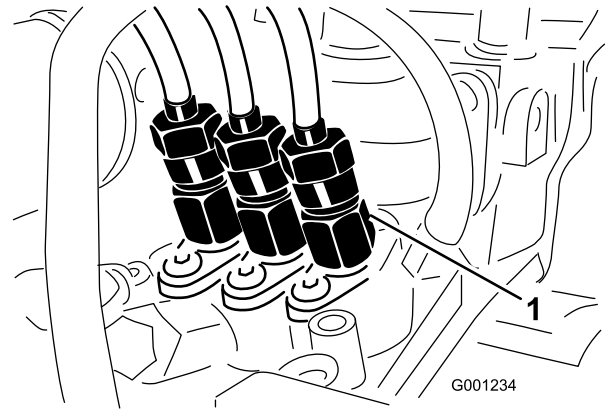

Figura 53
1. Afloje la tuerca del tubo en el conjunto de la boquilla y soporte del inyector N° 1 en la bomba de inyección (Figura 53).